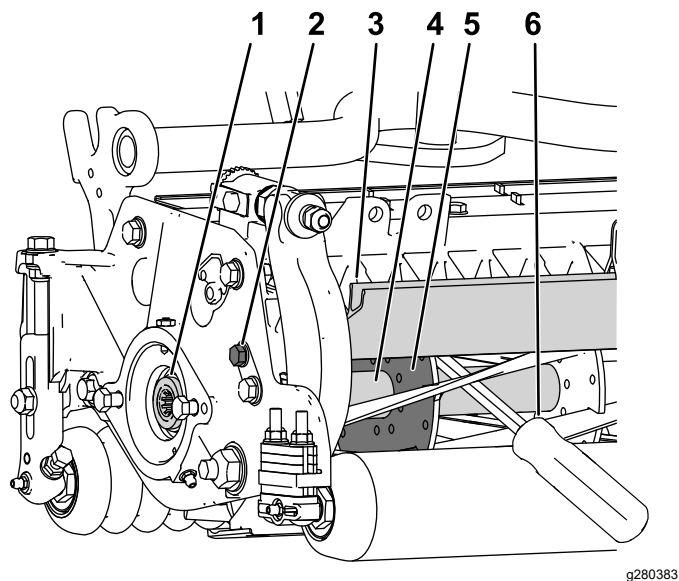

図 28
1. カuttingユニット左側のシールドボルトをゆるめて後シールドを上げる 図 28。
2. 長い柄のバール 9 mm x 30 cm 程度のドライバータイプのもの。握りのついていないものがよいを用意する。バールは、トルク作業を行う側に近い側で、リールの後ろから差し込むようにする 図 28。
3. リールサポートプレートの溶接されている側からバールを入れ 図 28、